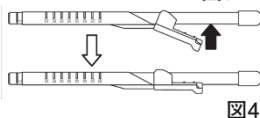

図4
2. シース先端をダイレクタ胴体部の目盛の 0 点のところにあわせ、シースコネクタをダイレクタ胴体部に嵌合させる。（図 4）